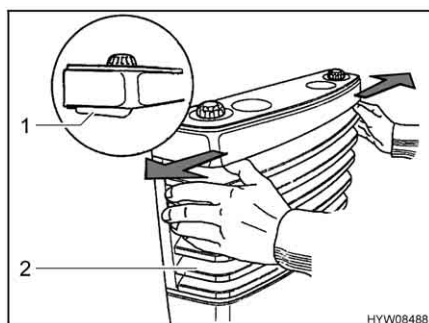

Fig. 79 Rimozione della copertura del riscaldamento
- Rimuovere la copertura del riscaldamento (Fig. 79,2). A tale scopo spingere contemporaneamente verso l'esterno le due leve di chiusura (Fig. 79,1) e ribaltare la copertura in avanti.